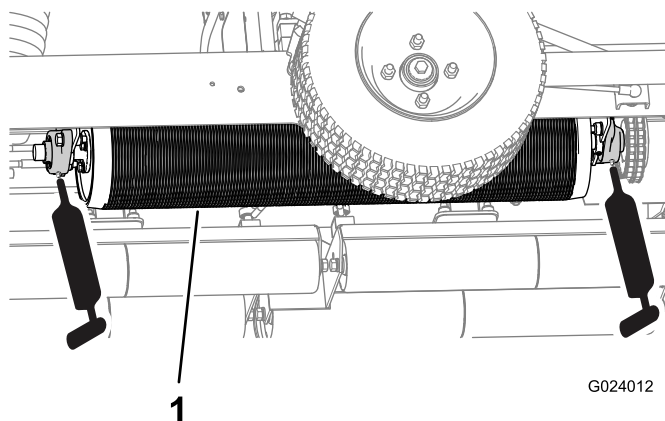
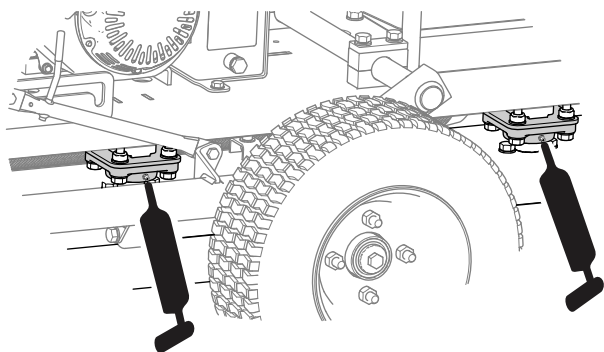

図 10
図 11
2. グリスポンプを使ってグリスを注入する 図 10 と図 11 を参照。